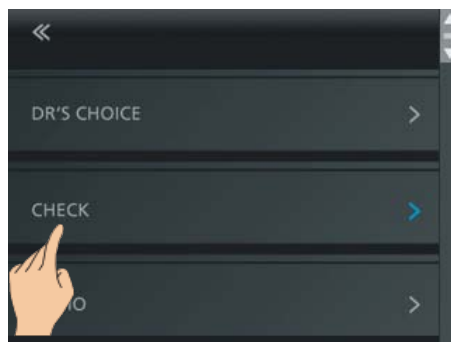

Fig. 28 Sélectionnez CHECK
- Entrez dans le menu Réglages et sélectionnez l'option CHECK (Fig. 28).